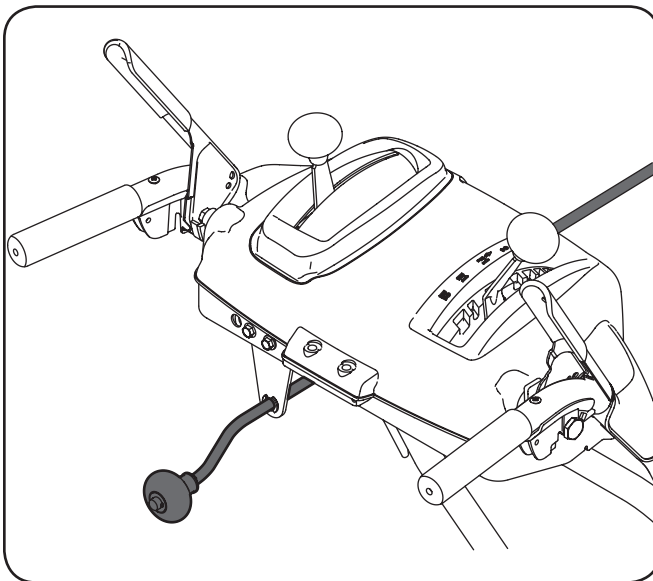

Figura 3-17
4. Inserte la varilla de control direccional del canal en el soporte de apoyo en la parte posterior del tablero de instrumentos. Vea la Figura 3-17.